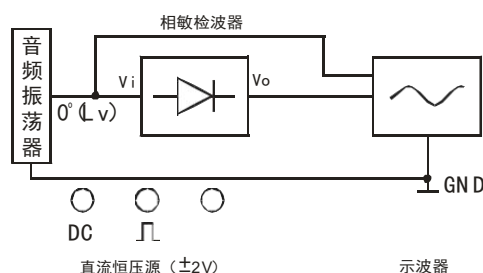

图 4A
1、根据图 4A 的电路接线，相敏检波器的  $V+$ 、 $V-$  分别接至 DH-VC2 的  $+15V$ 、 $-15V$ ，GND 接 GND，将音频振荡器的信号  $0^\circ$  输出端输出至相敏检波器的输入端  $V_i$ ，把直流恒压源  $+2V$  输出接至相敏检波器的参考输入端 DC，把示波器两根输入线分别接至相敏检波器的输入端  $V_i$  和输出端  $V_o$  组成一个测量线路。